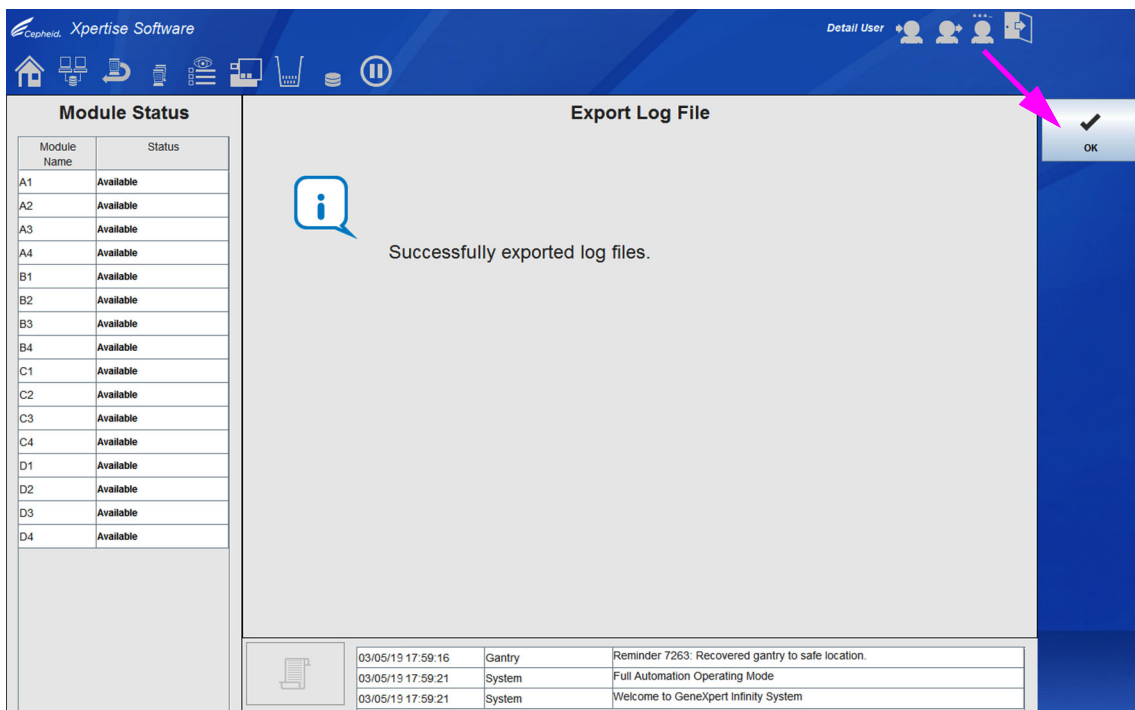

图 9-79. 导出日志文件 (Export Log File) 工作区
选定时段所有日志文件的导出过程完成时，出现确认屏幕。请参见图 9-79。
- 选择**确定 (OK)** 按钮。请参见图 9-79。